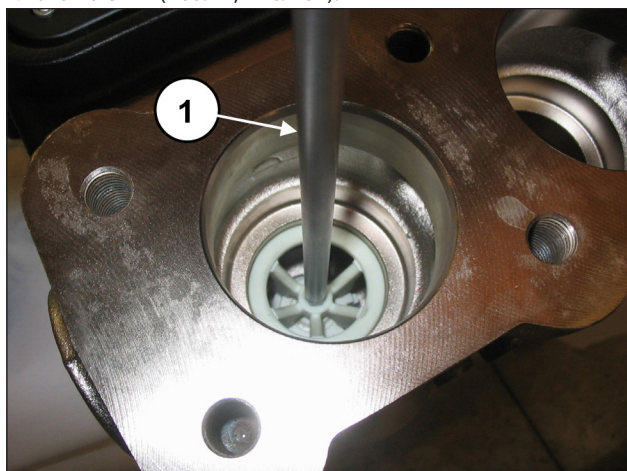

Рис. 104
Снимите распорный элемент с помощью шестигранного ключа на 8 мм (поз. ①, Рис. 104).